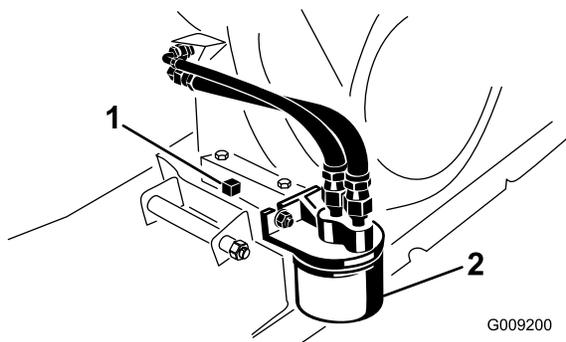

Figure 41
- Placez un bac de vidange de 1,8 litre sous le bouchon de vidange (Figure 41).
- Enlevez le bouchon de vidange et le joint (Figure 41).
- Déposez le filtre à huile (Figure 41).
- Vissez le filtre neuf sur l'adaptateur jusqu'à ce que le joint touche la plaque de montage, puis serrez-le de 1/2 à 3/4 de tour supplémentaire (Figure 41).